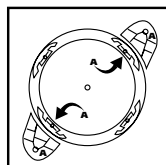

FIGURA 3
3. Con la entrada del tanque hacia usted, tome las patas de las ruedas marcadas con la letra **A**, **FIGURA 3**, y colóquelas en las ranuras en la parte frontal izquierda y posterior derecha del depósito tam - **A**. bien marcadas con la letra **A**.